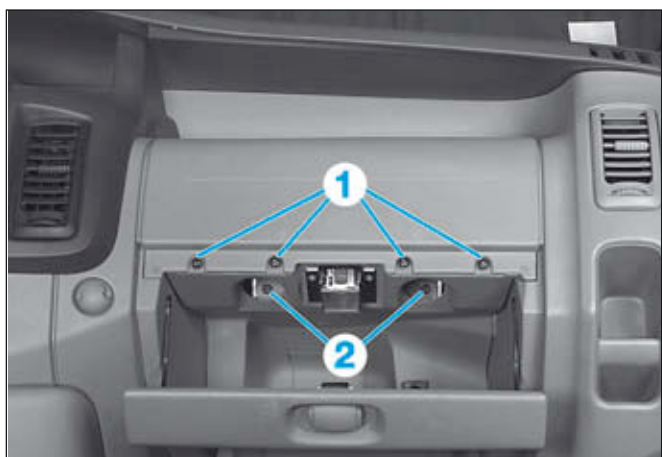

FIG.3
- Déposer (Fig.3) :
- les vis supérieures (1),
- les vis inférieures (2).